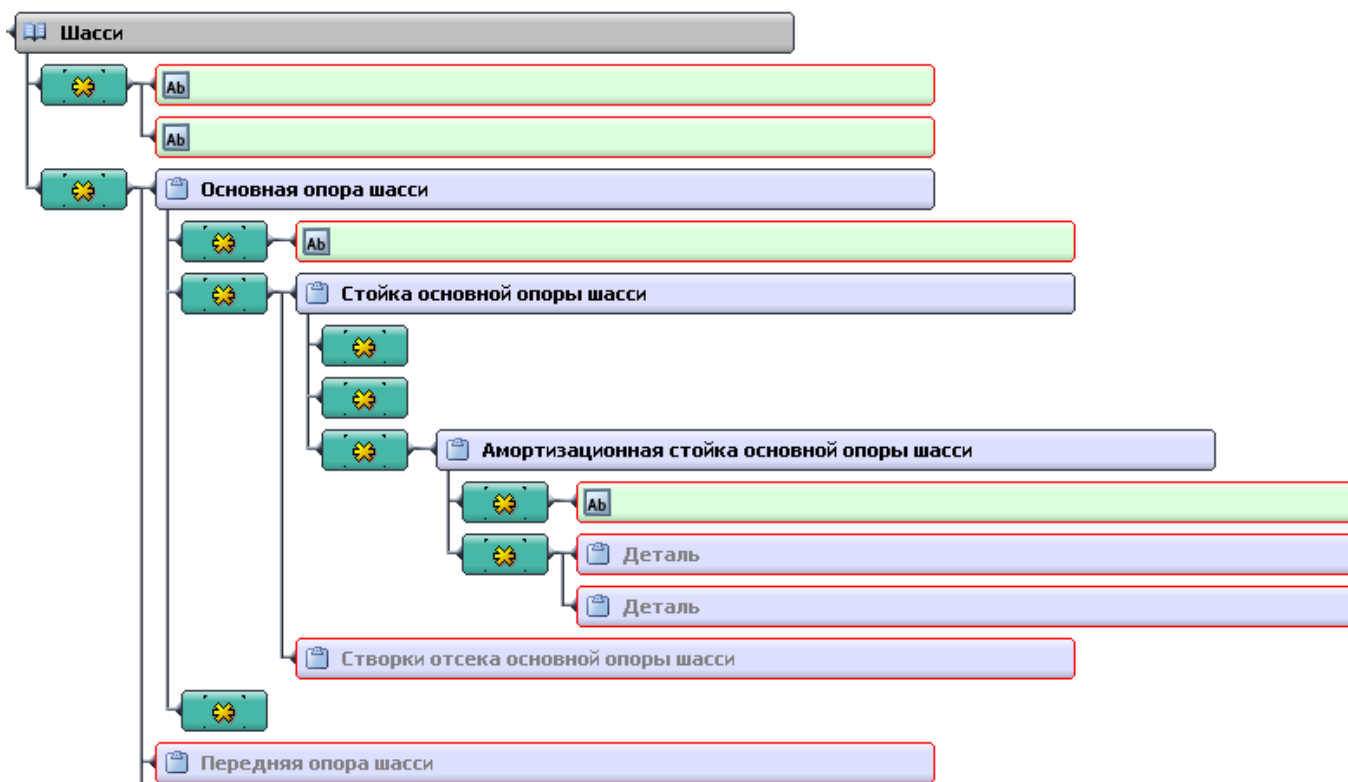

Рис. 2.49
10. Элементу **Агрегат** присвойте название «Амортизационная стойка основной опоры шасси» (Рис. 2.49).
11. Разверните структуру элемента «Амортизационная стойка основной опоры шасси». Создайте второй элемент **Деталь**, нажав один раз на прямоугольник со значком индикатора. . (Рис. 2.49).